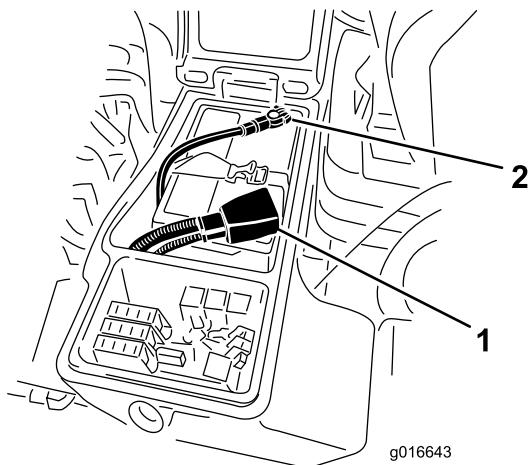

Рисунок 62
- Подсоедините положительный кабель (красный) к положительной клемме (+), а отрицательный кабель (черный) – к отрицательной (-) клемме аккумуляторной батареи(Рисунок 62).